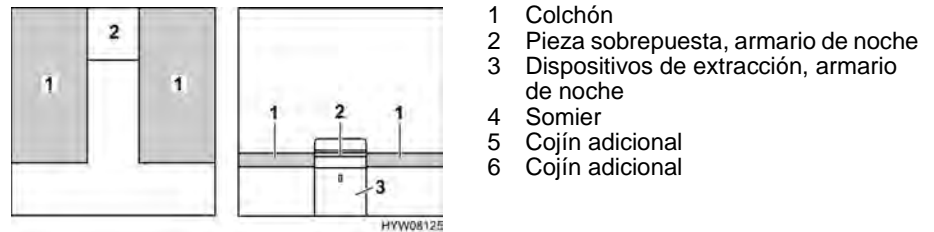

Fig. 78 Antes de la transformación
- Quitar la pieza sobrepuesta del armario de noche (Fig. 78,2) y depositarla a un lado.